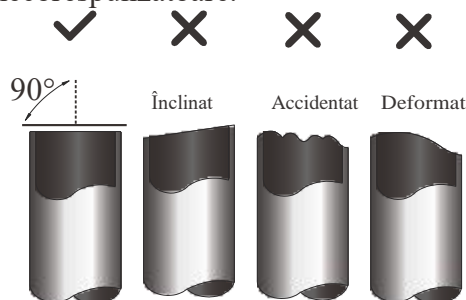

Fig. 5.1
- Asigurați-vă că țevă este tăiată la 90 ° perfectă unghi. Consultați **Fig. 5.1** pentru exemplele de tăiere necorespunzătoare.